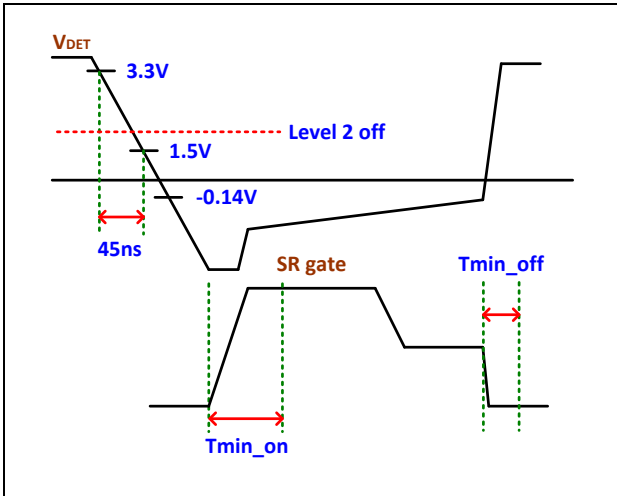
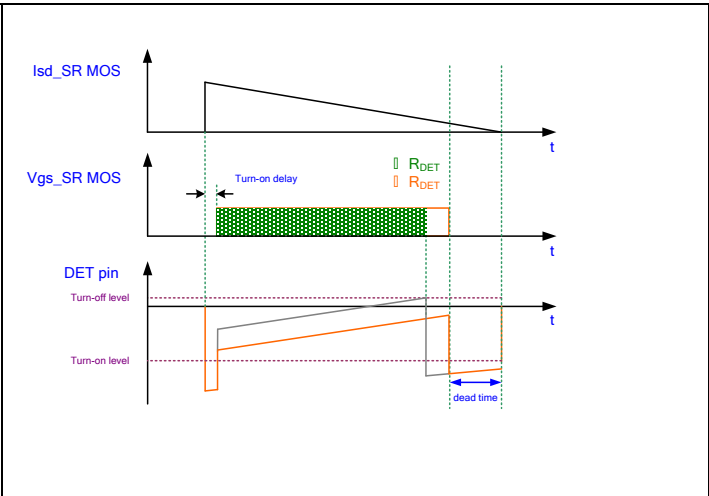

图 15 LD8528U3 Turn on 时序图
图 16 LD8528U3 Turn off logic 时序图
4.2 LD8528U3 SR IC Turn-on/off 机制说明: (如图 15.图 16 说明)